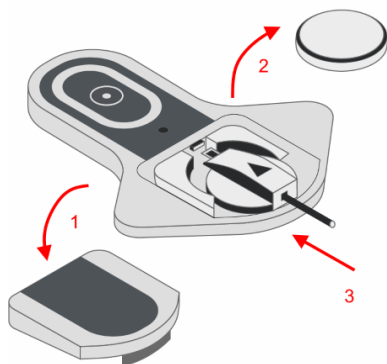

Fig. 12 – Collegamento del connettore del cavo per il download con il recorder
Aprire il coperchio del vano batterie del dispositivo (1) e rimuovere la batteria (2). Collegare il connettore del cavo per il download all'attacco (figura) del recorder (3), come illustrato nella (Fig. 12).